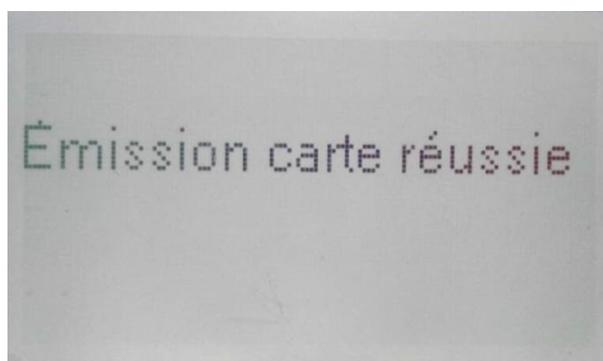

Figure 4-14
- g) Le système affichera le message suivant si la carte a été émise avec succès. Voir Figure 4-14. Cliquez sur "#" pour revenir en arrière et émettre des cartes pour d'autres pièces.